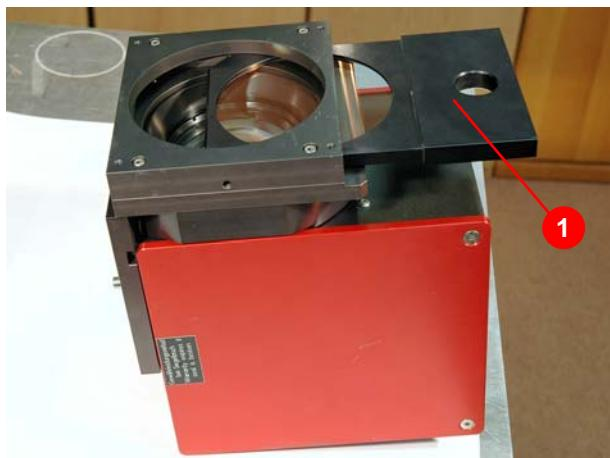

Abbildung 6.5 Schutzglas herausziehen
5. **Schutzglasschieber:** Schutzglas (1) (Abbildung 6.5) herausziehen.